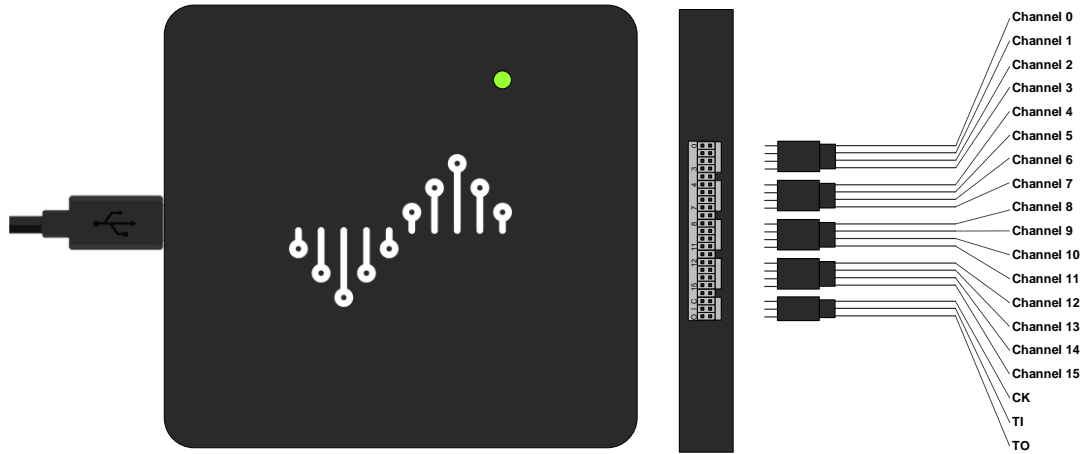

图 2-3
3) 连接排线至逻辑分析仪的采样端口，图 2-3 显示了排线和通道的对应关系。对于增强版设备，每个通道为屏蔽线，末端分为信号和地两个端口；对于基础版设备，每 4 个通道配一个地线（黑色），彩色线顺序对应 0-15 这 16 个通道。除此之外，排线还有 CK，TI 和 TO 信号，一般情况都不需要连接。其中 CK 通道为状态采样的时钟输入，可以把外部时钟作为采样时钟，TI 为外部触发信号的输入，TO 为触发信号的输出，会在采样过程中触发条件满足时输出脉冲。